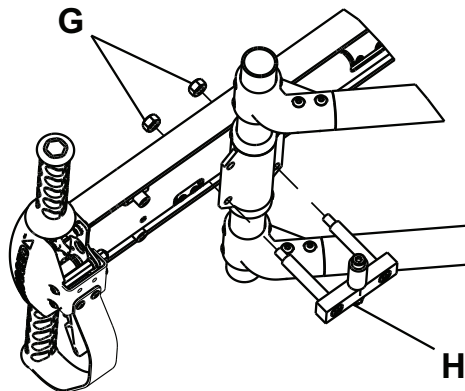

Figura 8 – Conjunto de rodillo
8. Utilizando una llave Allen M6 y una llave inglesa M13, instale el conjunto de rodillo suministrado (H) y las tuercas (G) sobre el soporte de tubo deslizante (Figura 8).